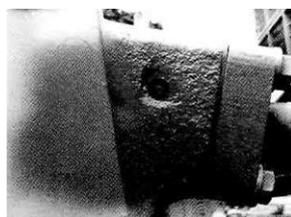

Рис. 6-8
5. Смазать шаровое соединение рычага наклона (см. Рис. 6-8) (1 часть)